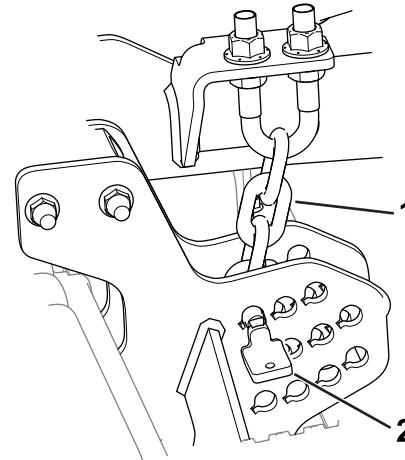

Figure 10
1. Retirez les goupilles qui fixent les chaînes de hauteur de coupe à l'arrière de l'unité de coupe (Figure 10).
doit prendre bien droite (Figure 10) ; elle ne doit pas être vrillée.